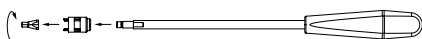

Fig. 1
- Desmontar el aplicador de tornillos de fijación con la llave fija plana SW6, ver Fig. 1.